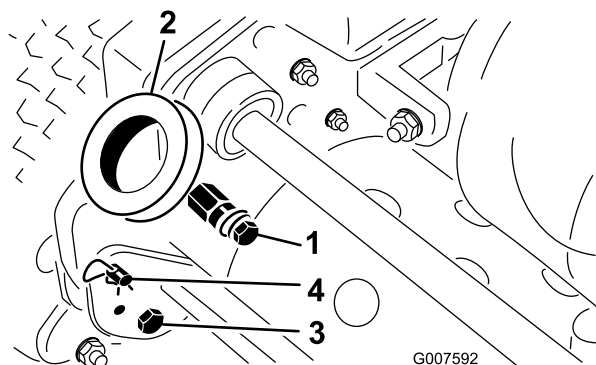

Рисунок 3
1. Снимите болты и контргайки, которые крепят нижние концы рычагов ручки к боковым сторонам газонокосилки (Рисунок 3).
2. Снимите шплинты и пальцы фиксации кольца, которые крепят рычаги ручки к задней части рамы (Рисунок 3).
3. Вставьте концы ручки в отверстия в рычагах ручки и совместите отверстия с монтажными пальцами (Рисунок 3).
- Извлеките шпильки из пальцев фиксации кольца на каждой стороне газонокосилки (Рисунок 3).
- Удерживая ручку, снимите пальцы фиксации кольца с каждой стороны и поднимите или опустите ручку в требуемое рабочее положение (Рисунок 3).